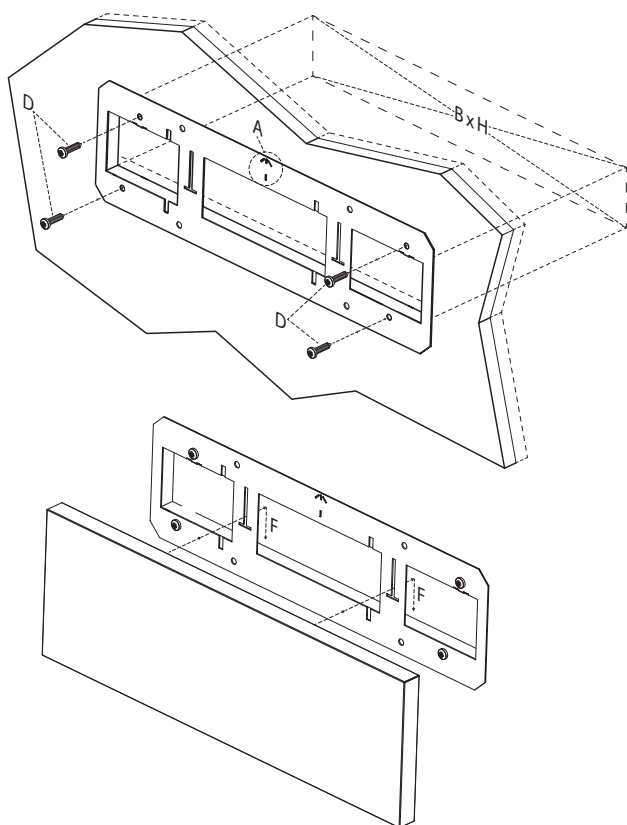

Bild 1. Donets fästram monteras genom att skruvas fast genom de förborrade hålen.
- Fästramar monteras på vardera sida om vägg över håltagningar enligt **B x H** (mm), se markering i bild 1.
- ⚠️ Varje ramdel är stansad med en pilsymbol. Denna skall positioneras **upp** mot tak för korrekt väggmontage, se bild 1, markering **A**.
- Ramdelen säkras med skruv (ingår ej) via de förborrade hålen, bild 1, markering **D**.
- Dondelen hakas fast i fästamens konsol, se bild 1, markering **F**.